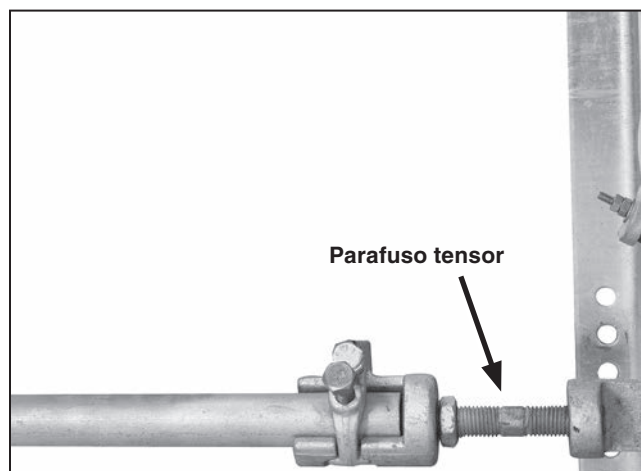

Figura 15. Parafuso tensor do acoplamento de tubo ajustável.
PASSO 10. Aperte os parafusos tensores dos acoplamentos ajustáveis dos tubos para remover toda a folga das interconexões. Ver Figura 15. Assegure-se que os mecanismos de acionamento dos polos da chave permanecem apoiados em seus respectivos batentes de fechamento.